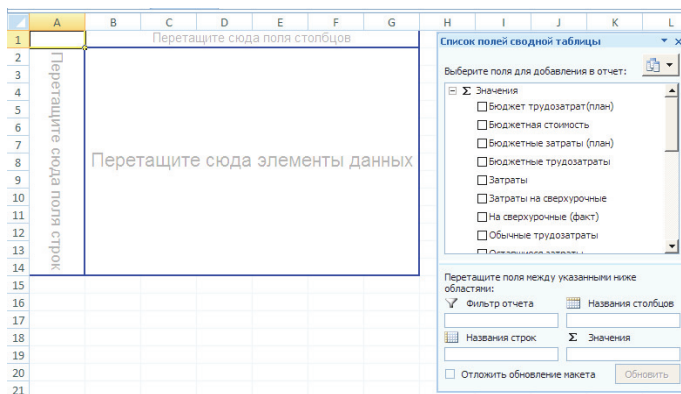

Рис. 8.12. Макет наглядного отчета
6. **Создание наглядного отчета.** В окне наглядных отчетов (**Отчет / Наглядные отчеты**) нажать кнопку **Создать шаблон**. В поле *Выберите данные, по которым требуется создать отчет* установить *Сводка по задачам*. **Ок**. В системе Excel откроется макет отчета, изображенный на рис. 8.12.